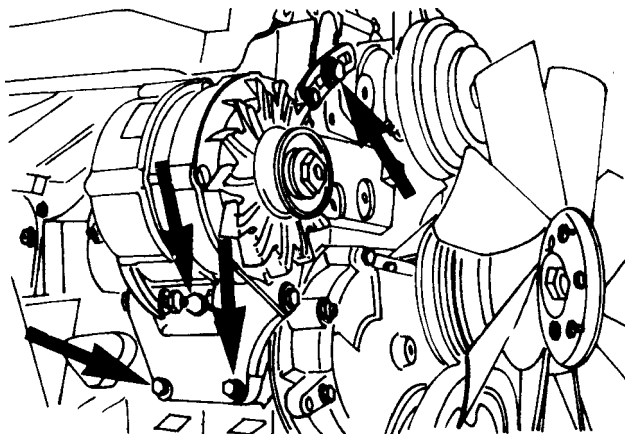

Рис. 1.79. Места крепления генератора.
57. Приверните генератор с кронштейном крепления (рис. 1.79). Установите натяжной ролик ремней вентилятора и натяните ремни.